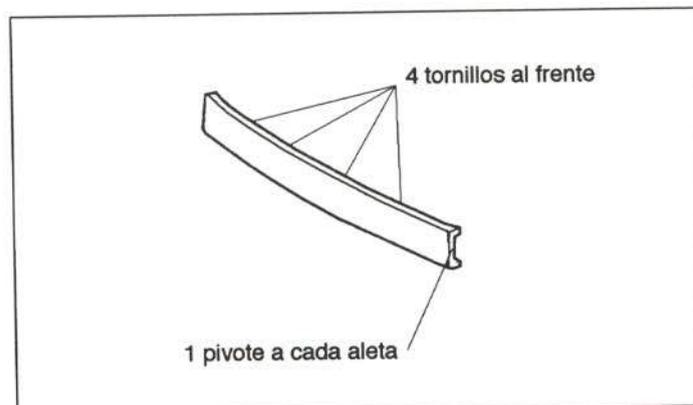

Figura 17.- Fijación de la rejilla frontal
En la figura 17 se muestra su fijación.
- Rejilla frontal (figura 17).
- Rejilla frontal (figura 17)